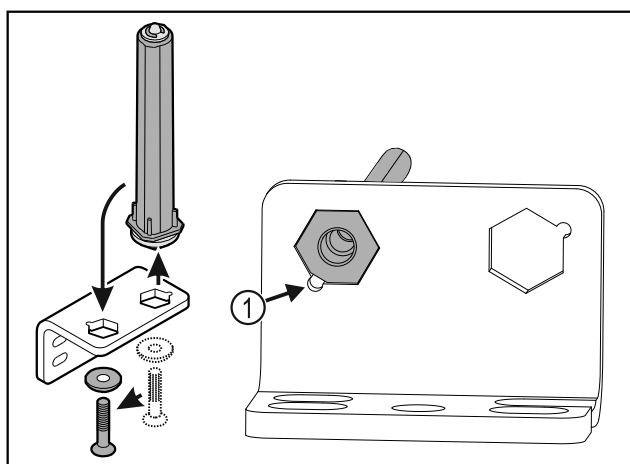

Fig. 19
- Zwrócić uwagę, aby podczas wkładania ścięcie sworznia Fig. 19 (1) było skierowane na okrągły otwór.